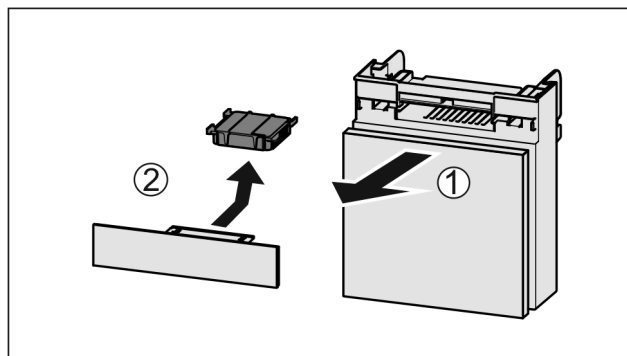

Fig. 120
- ▶ Húzza ki Fig. 120 (1) előrefelé a rekeszt.
- ▶ Vegye ki az aktív szén-szűrőt Fig. 120 (2).